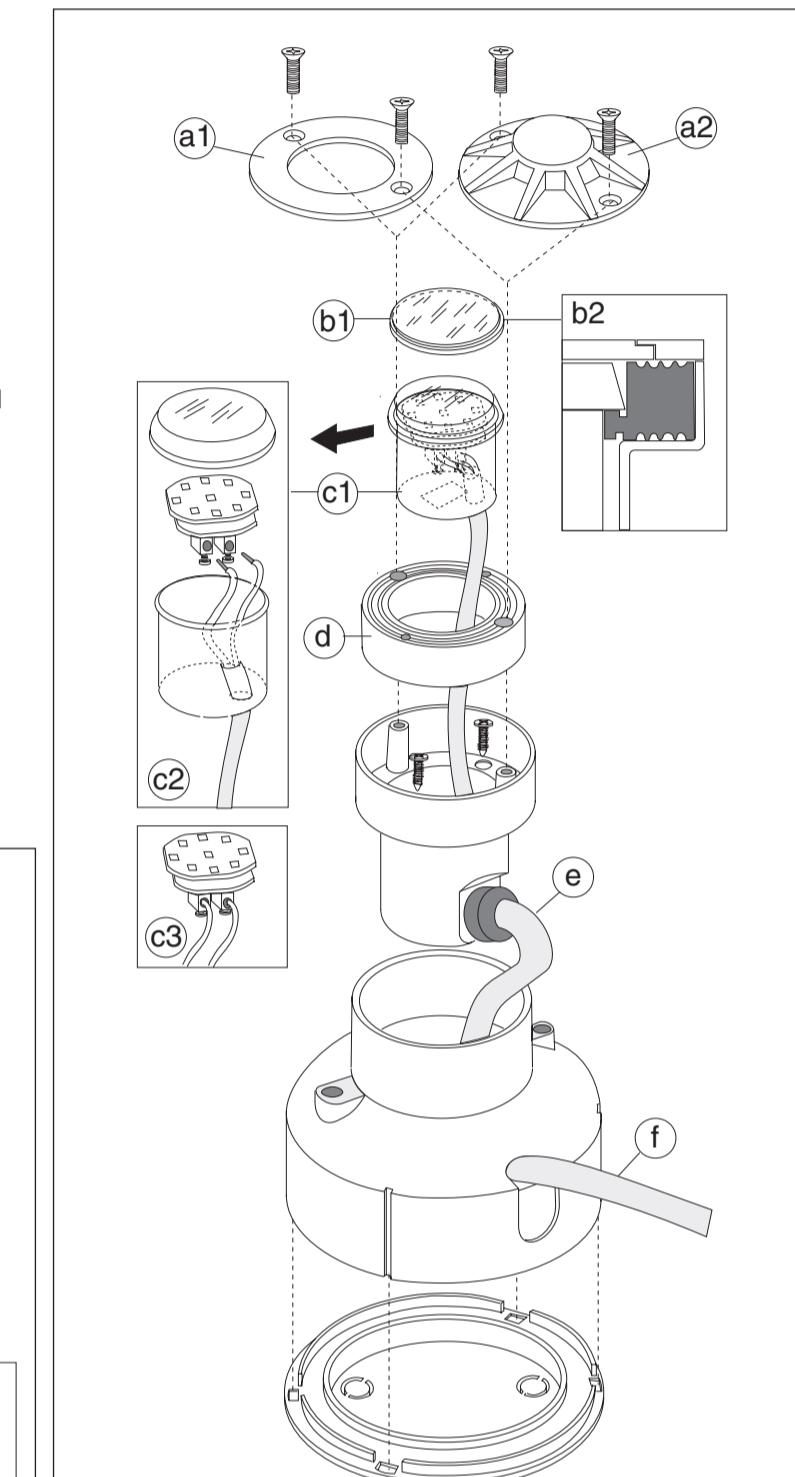

Fig. 4
- Enlever le verre sablé (fig. 4b1/b2).
- Enlever la carte LED avec son couvercle (fig. 4c1-4c2).
- Conneter les câbles de réseau à la borne et serrer les vis (fig. 4c3).
- (pour la version avec calotte pour émission rasante)* Placer la calotte sur le corps et serrer les vis (fig. 4a2).
- (pour la version avec verre - axial)* Insérer le verre dans l'anneau et aviser l'anneau sur le corps avec les vis (fig. 4b2).
- Das mattiertes Glas abnehmen (fig. 4b1/b2).
- Die LED Karte und seine Schutzkappe entfernen (fig. 4c1-4c2).
- Die Kabel an die Verbindungsleitung anschließen und die Schrauben festdrehen (fig. 4c3).
- (für die Ausführung mit Kappe für horizontale Lichtverteilung)* Die Kappe auf das Gehäuse setzen und den Schrauben festdrehen (fig. 4a2).
- (für die Ausführung mit Glas - vertikale Lichtverteilung)* Das Glas in den Abdeckring einsetzen und die Ring wieder an das Gehäuse befestigen durch die Schrauben in die Öffnungen der Dichtung anzudrehen (fig. 4b2).
- Sacar el vidrio (fig. 4b1/b2).
- Sacar la placa LED con su tapa (fig. 4c1-4c2).
- Conectar los cables de red con el borne y cerrar los tornillos (fig. 4c3).
- 4. para la versión con cubierta de emisión - horizontal* Poner la cubierta sobre el cuerpo y cerrar los tornillos (fig. 4a2).
- (para la versión con vidrio - emisión vertical)* Introduzca el vidrio en el aro y fijar el aro sobre el cuerpo con los tornillos en los agujeros de la guarnición (fig. 4b2).